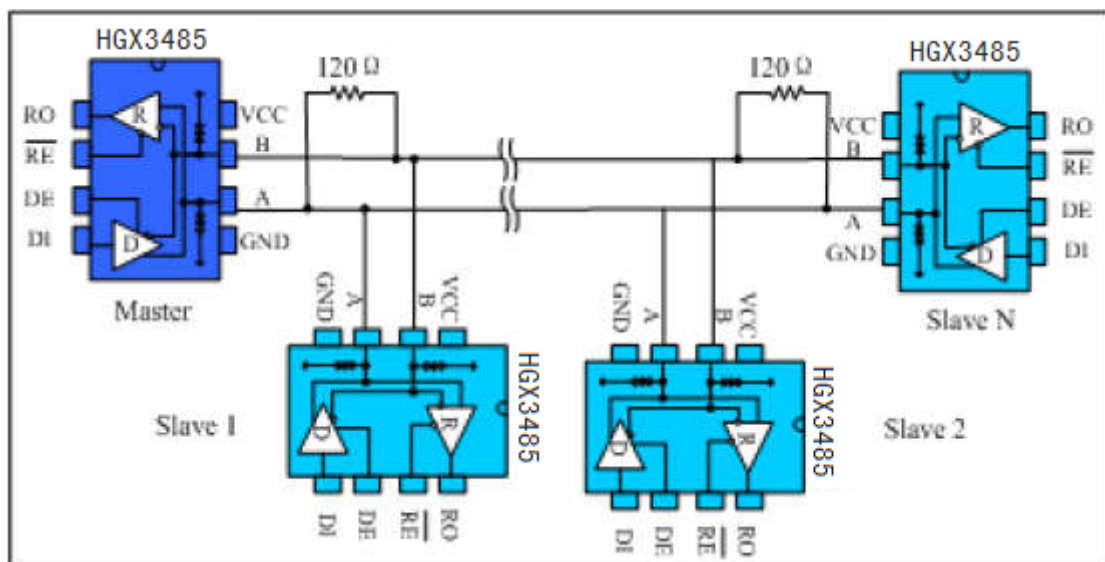

图 9 总线式 RS485 半双工通讯网络
4.1 总线式组网：HGX3485 RS485 收发器设计用于多点总线传输线上的双向数据通信。图 9 显示了典型网络应用电路。这些器件也能用作电缆长于 4000 英尺的线性转发器，为减小反射，应当在传输线两端以其特性阻抗进行终端匹配，主干线以外的分支连线长度应尽可能短。